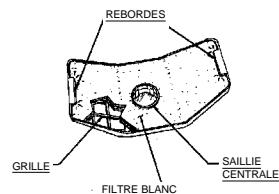

FIGURE 5
4. Poser le filtre à plat contre la grille qui se trouve dans le couvercle du filtre, en tournant le côté imprimé vers la grille. Aligner le trou du filtre et la saillie centrale du couvercle. Réglér le filtre de façon à ce qu'il recouvre entièrement le couvercle et soit replié sous les languettes qui se trouvent de chaque côté de celui-ci. (Voir Figure 5.)